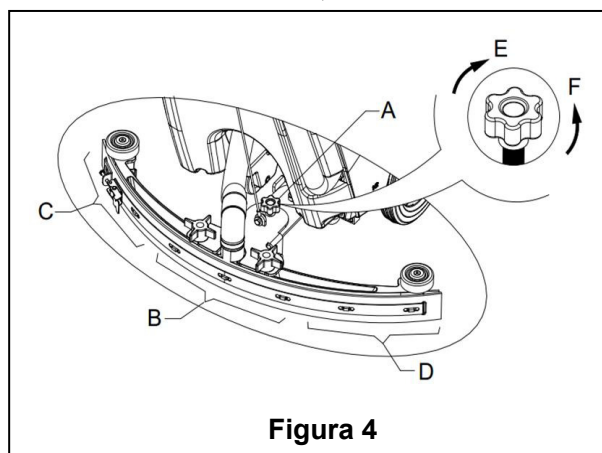

Figura 4
- Instalați mopul și strângeți-l bine prin rotire cu mânerul (16). Apoi conectați tubul de aspirare (11) a deșeurilor la mop.
- Ajustați mopul cu ajutorul mânerului de ajustare (A) (vedeți **Figura 4**).